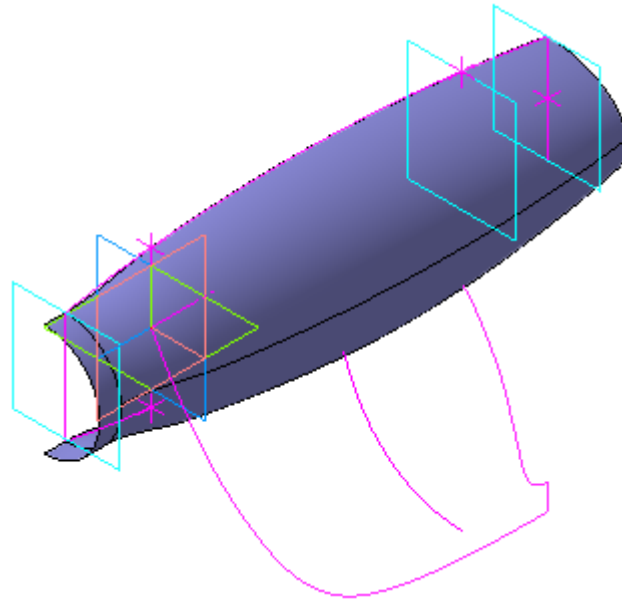

Рисунок 11.
- Нажмите кнопку Создать объект (рис. 11).